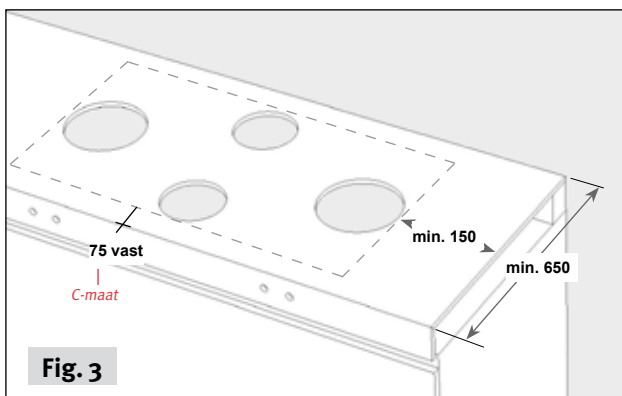

Fig. 3
- 2b. El tamaño C de los modelos con las perillas en el frente de la mesada debe **siempre ser de 75 mm (fig.3)**